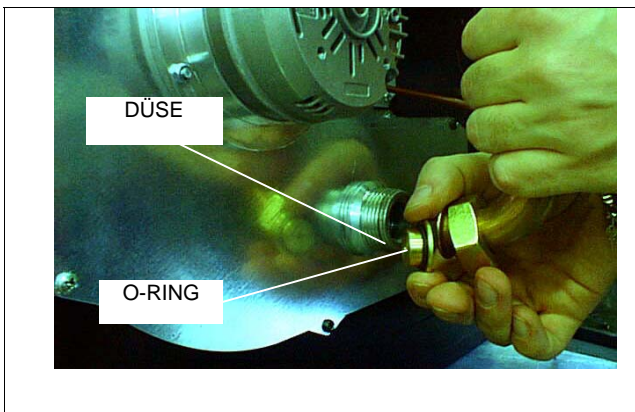

Abb. 19
- D) Das Gasrohr versetzen und die Düse, gegebenenfalls mit Hilfe eines als Hebel eingesetzten Schraubendrehers, abnehmen (siehe Abb. 19).